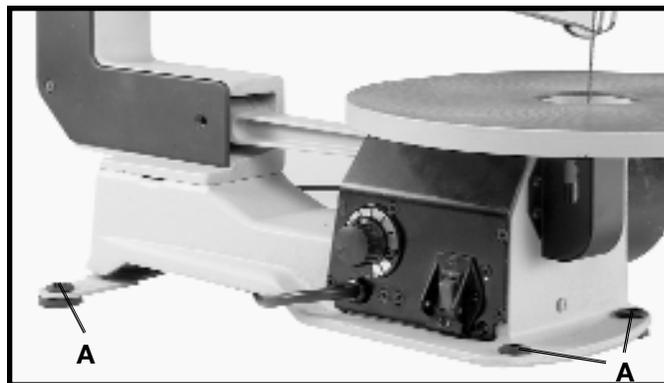

Fig. 16
La scie à découper DOIT être bien fixée à un socle ou à un établi en utilisant les trous des quatre pieds de caoutchouc, dont trois sont montrés en (A) fig. 16. **IMPORTANT** : lors de l'assemblage de la scie à un socle ou à un établi NE PAS trop serrer les boulons de montage. Laisser un certain jeu dans les quatre pieds de caoutchouc (A) pour absorber le bruit et les vibrations. Une autre méthode pour fixer la scie à découper : pincer les bords avant et de côtés de la scie à découper à une surface de support avec des serre-joints en C. **IMPORTANT** : Si en cours de fonctionnement, le socle ou l'établi tend à se déplacer, le socle ou l'établi doit être fixé au plancher.